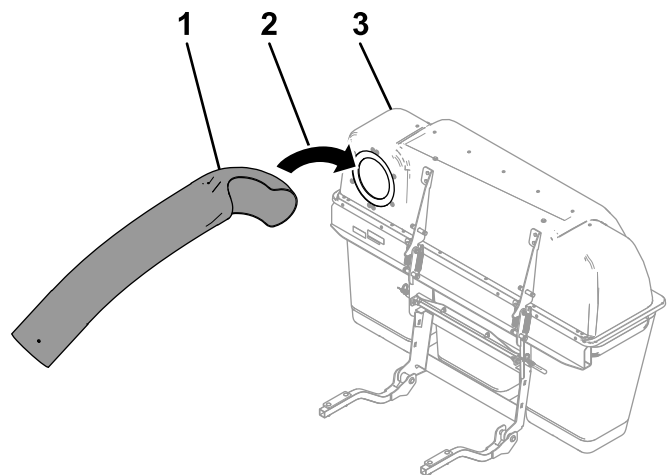

Figure 40
3. Insérez le tube supérieur dans l'ouverture du système de ramassage et ressortez-le pour faire ressortir le joint de la trémie (Figure 40).